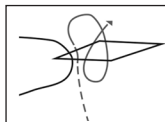

Figura 8
- c) Pase el hilo a través del lazo y tire de él con fuerza para hacer un nudo. (Vea la Figura 8)